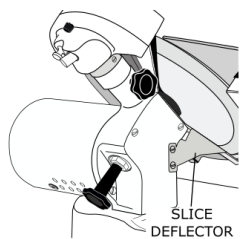

FIG 8.SLICE DEFLECTOR
B. SLICE DEFLECTOR (See Fig. 8).